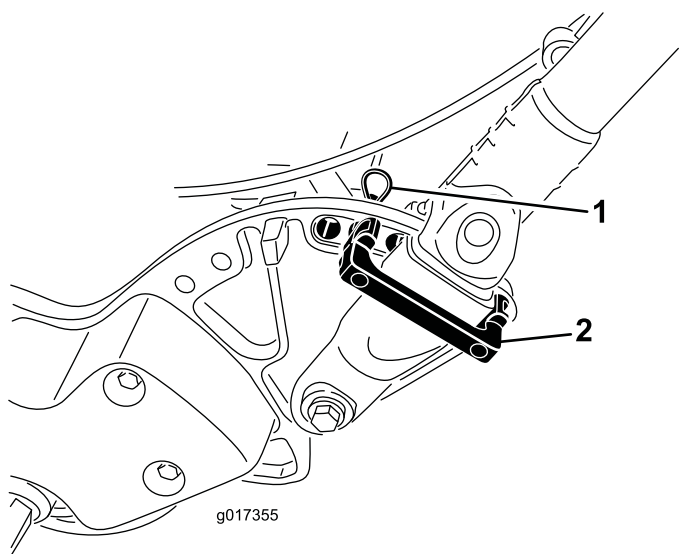

图9
1. 当撑住手柄时取下将手柄铁夹固定到侧板上的扎带 图9。
2. 将手柄旋转到需要的操作位置并将手柄卡环插入手柄铁夹及侧板上相对应的孔 图9。
3. 使用发卡销将手柄铁夹固定到位 图9。